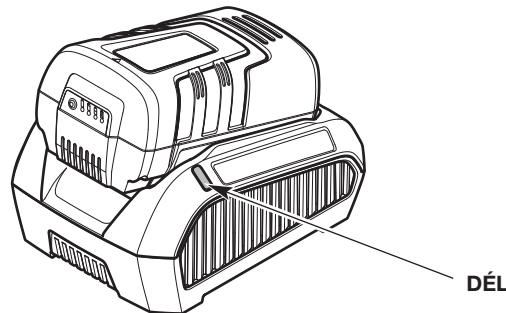

Fig. 12
1. Branchez le chargeur à une prise de courant appropriée. Le témoind DEL doit passer au rouge : (fixe) (Fig. 12). Dans le cas contraire :